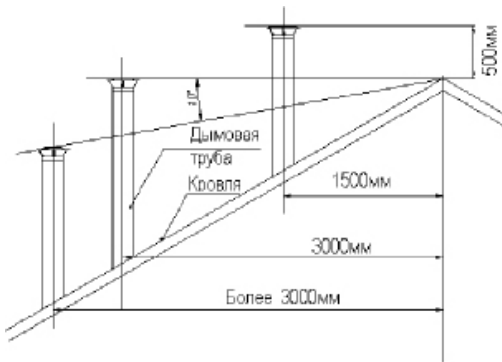

Рис.1.
3.7. Возвышение дымовых труб над кровлей следует принимать: (см. рис. 1)